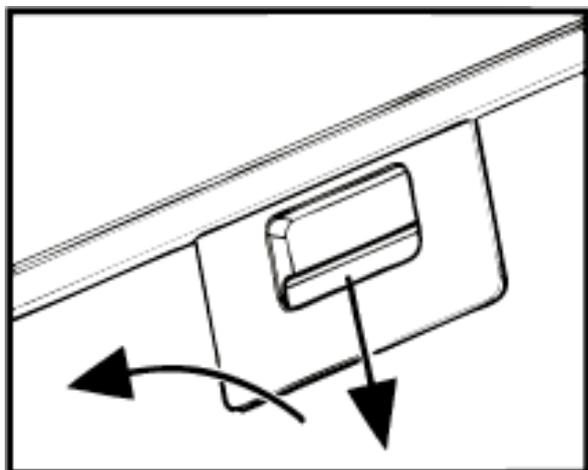

Рис.6
8.6 Для зняття алюмінієвого фільтра (рис.6) слід натиснути на пружинну засувку і, потягнувши на себе і вниз, зняти фільтр з панелі. Встановлення фільтра виконується в зворотному порядку.